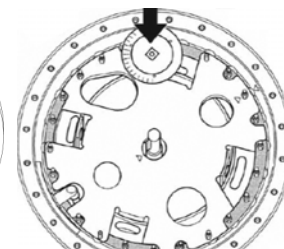

图 26
(2)拆下分接位置指示盘(从轴端拉出开口弹簧档圈)，(图 26)。